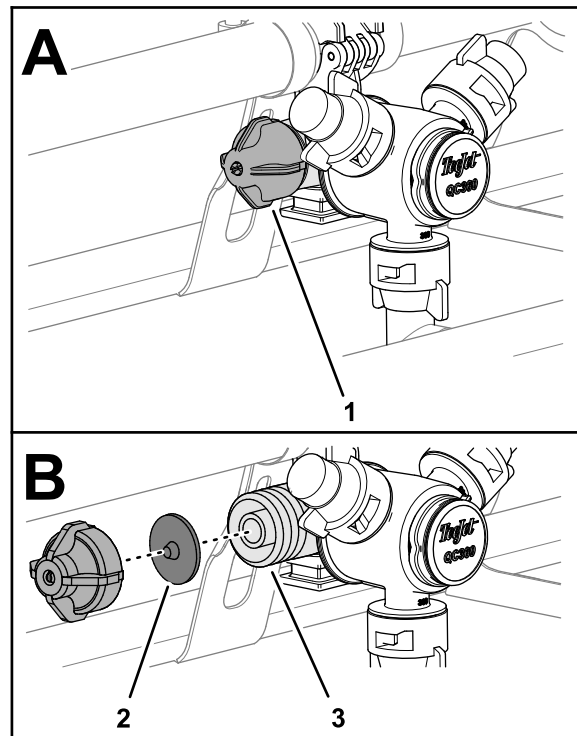

Figure 33
1. Tournez le capuchon de la membrane dans le sens antihoraire et déposez-le du corps de la buse (Figure 33).
2. Retirez la membrane du clapet antiretour du capuchon ou du corps de la buse (Figure 33).
3. Nettoyez le capuchon, la membrane et le corps de la buse à l'eau propre (Figure 33).
4. Insérez la membrane dans le capuchon, en dirigeant l'ergot vers le capuchon (Figure 33).
5. Montez le capuchon et la membrane sur le corps de la buse, et serrez à la main (Figure 33).